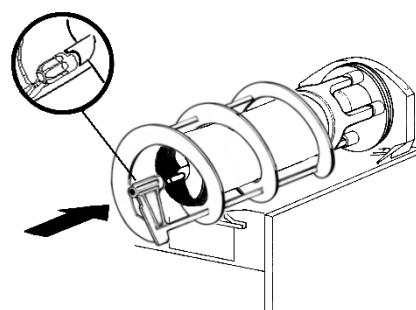

Bild 14
- 6** Die äußere Schnecke über den Verdampfer schieben. Dabei ihr Vorderende an die Welle der inneren Schnecke passen und die Mitnehmerlappen in Übereinstimmung bringen (Bild 14).